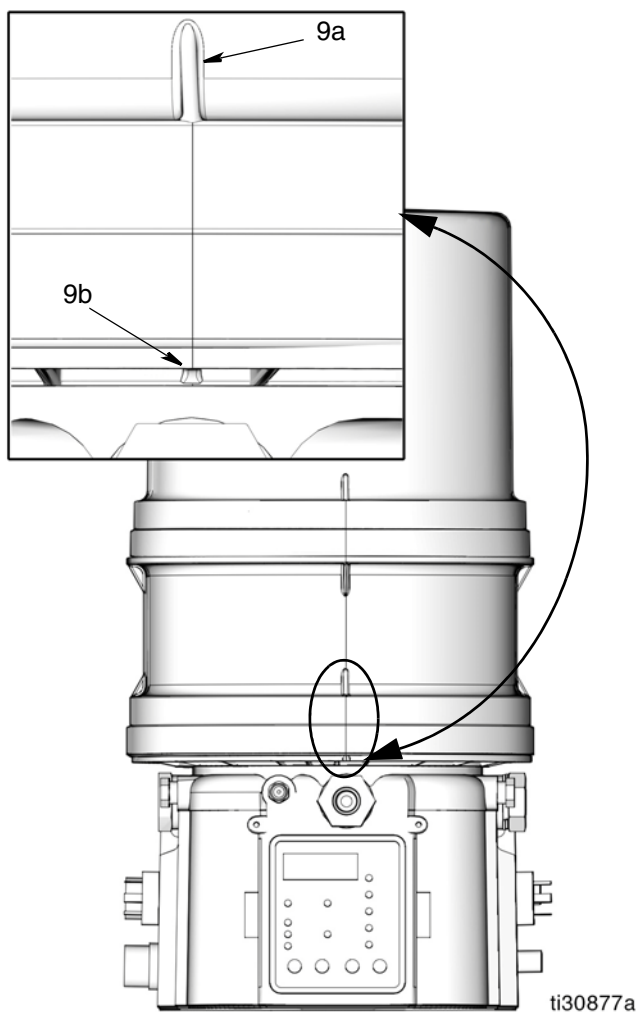

FIG. 8
NOTA: Alinee el refuerzo (9a) de la parte frontal del depósito con el indicador circular (9b) moldeado en la parte frontal de la placa adaptadora (2) (consulte FIG. 8).